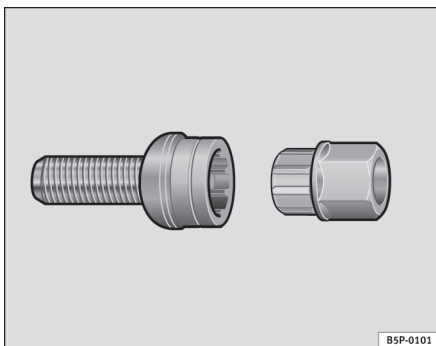

Abb. 182 Diebstahlhemmende Radschrauben
- Setzen Sie den Adapter bis zum Anschlag in der diebstahlhemmenden Radschraube ein ⇒ **Abb. 182**.